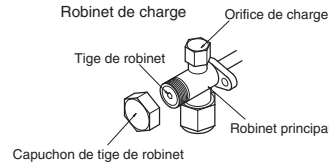

Fig. 7-8
- Si le robinet de charge est laissé pendant une longue durée avec le capuchon de tige de robinet déposé, du réfrigérant fuit du robinet. Par conséquent, ne pas laisser le capuchon de tige de robinet déposé (Fig. 7-8).